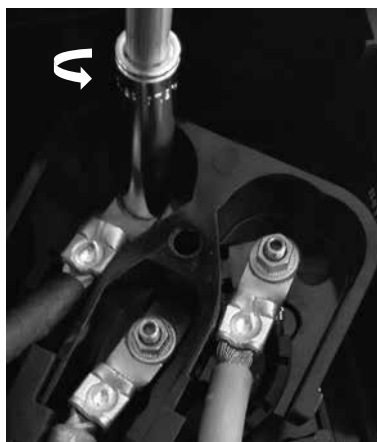

Abb. 1
- Lösen Sie die Twolok®-Muttern und entfernen Sie die Stromkabel. (Abb. 1)